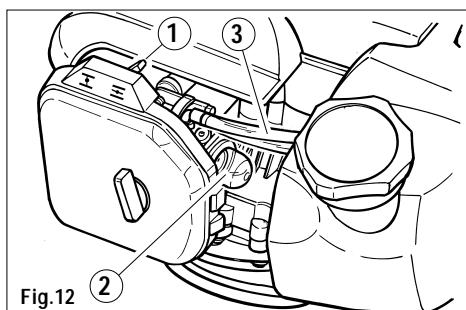

Fig.12
3) Spostare la levetta dell'aria posta a destra del coperchio del filtro aria (fig.12 part.1) nella posizione .
4) Pressare a fondo ripetutamente il bulbo primer (fig. 12 part.2) fino a quando il carburante ritorna nel serbatoio attraverso il secondo tubetto trasparente (fig.12 part.3).
- 8) Spostare indietro la levetta dell'aria del motore nella posizione || (fig.12 part.1).